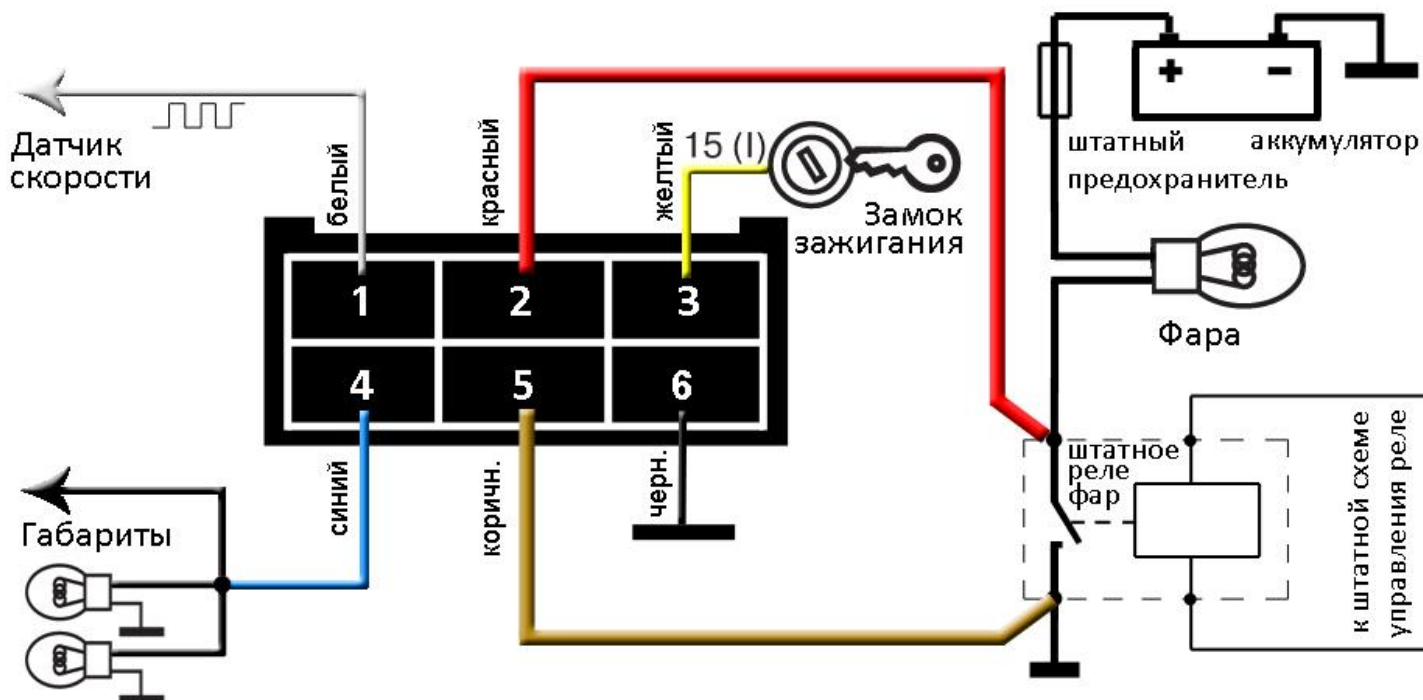

Рисунок 2
2. **Дальний свет** (красный провод сечением 1мм^2). Подключается к проводу, подключенному к контакту штатного реле включения света лампам дальнего света, который подключен к лампам фары (см. рис.2). Точка подключения должна быть как можно ближе к реле.
5. **Корпус для силовой части** (коричневый провод сечением 1мм^2). Подключается к проводу в непосредственной близости от контакта штатного реле включения света, который подключен к корпусу автомобиля (см. рис.2).